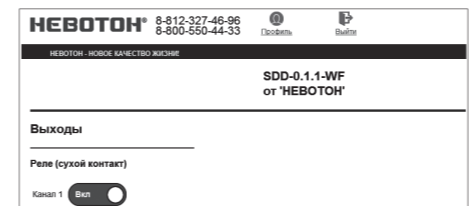

Рисунок 9. Изменение состояния выходного канала в web-интерфейсе Устройства
Параметр «Выходы» отображает текущее состояние выходного релейного канала Устройства. Нажатиями на кнопку КАНАЛ 1 «Выкл.» - «Вкл.» пользователь управляет подключенным внешним коммутируемым оборудованием. При нажатии на кнопку КАНАЛ 1 «Выкл.» - «Вкл.» произойдет переключение контактов реле, и соответственно, изменение состояния внешнего коммутируемого оборудования. При этом, в web-интерфейсе управления Устройством кнопка КАНАЛ 1 «Выкл.» - «Вкл.» изменит свое состояние (рис.9). Также, при срабатывании реле появится индикация светодиода «Out» (5).